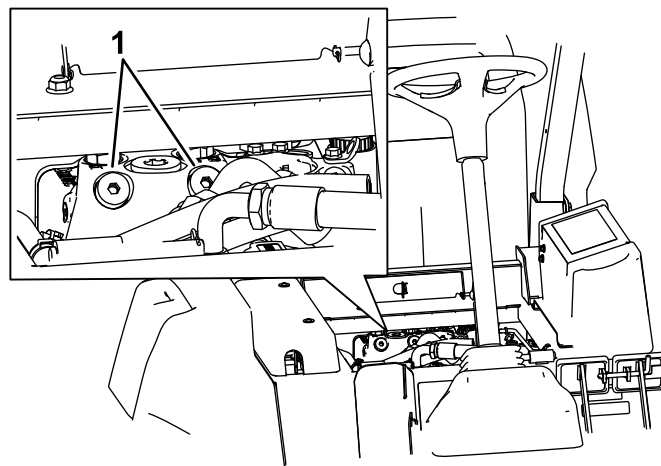

Рисунок 72
1. Поднимите сиденье и найдите перепускные клапаны, расположенные под передней частью топливного бака (Рисунок 72).